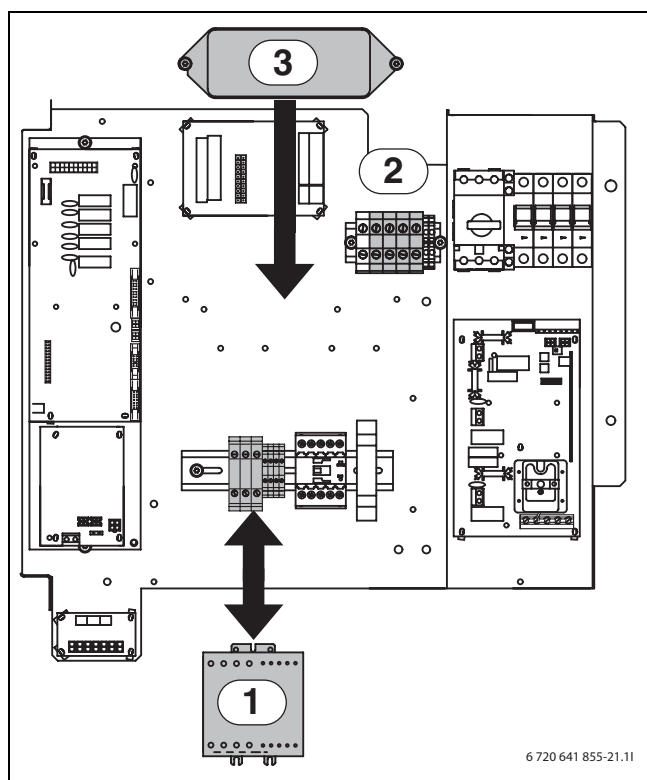

Bild 29 Montering av mjukstart och filter
1. (→ Bild 29, [1]) Kontrollera att kraftkablarna ligger i följande ordning på kopplingsplintarna: L1 svart, L2 brun, L3 grå. Avlägsna kablarna och demontera plintarna.
2. (→ Bild 29, [2]) Demontera markerade kopplingsplintar. (N, L1, L2, L3)
3. (→ Bild 29, [3]) Montera EMC-filtret i befintliga hål så Line in kommer på höger sida och Load out på vänster.